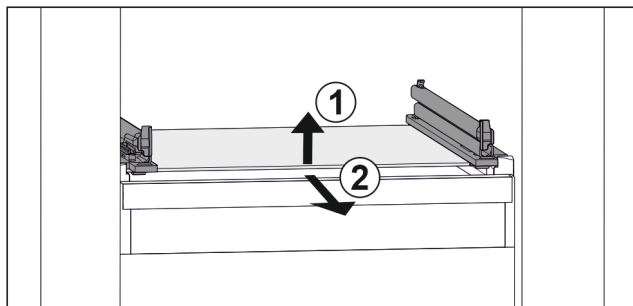

Fig. 88 Exempel på glashylla
- Lyft glashylla framtill. Fig. 88 (1)
- Ta ut glashylla framåt. Fig. 88 (2)